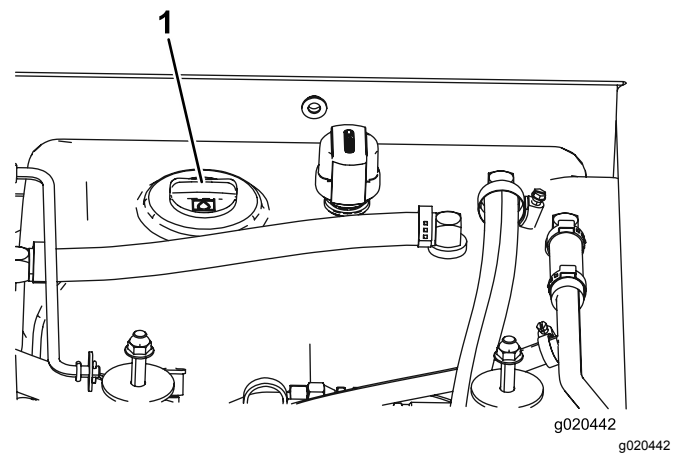

Figura 14
3. Limpie la zona alrededor del cuello de llenado y el tapón del depósito hidráulico (Figura 14). Retire el tapón del cuello de llenado.